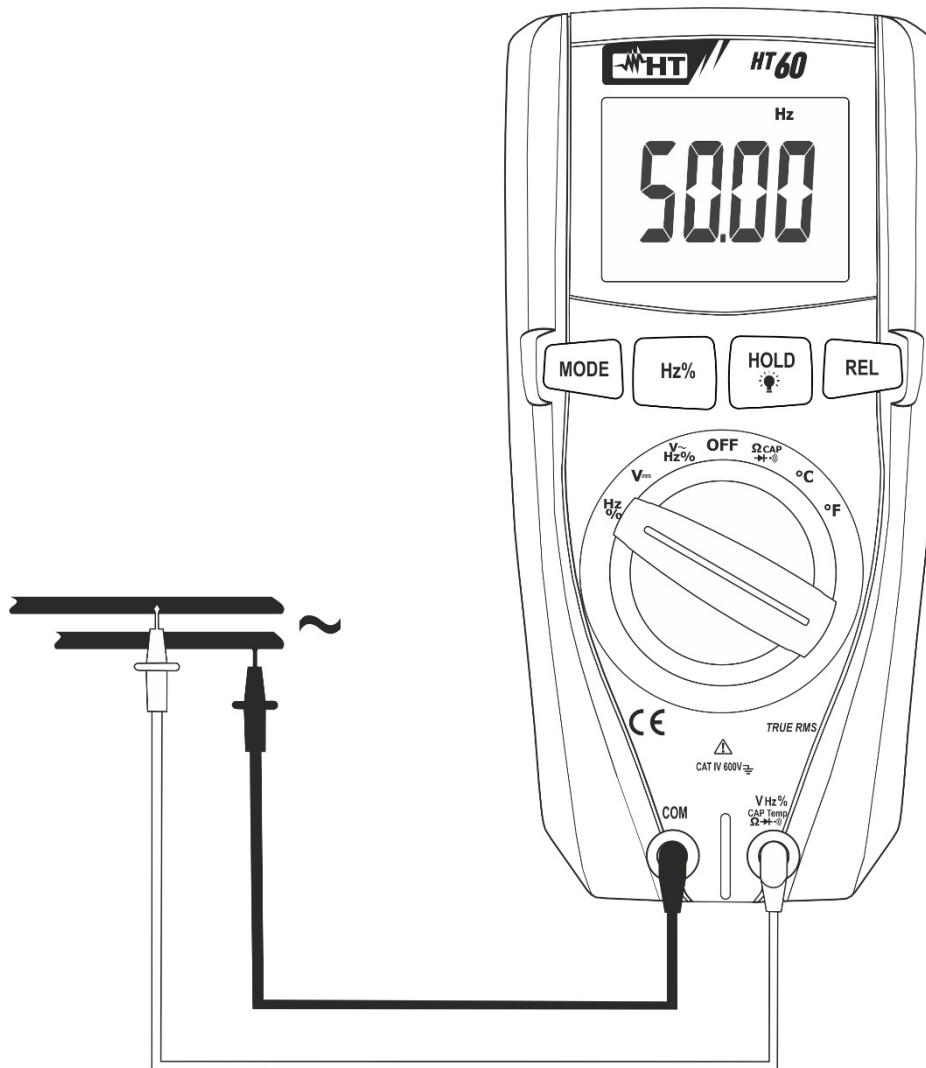

Abb. 6: Verwendung des Gerätes für Frequenz- und Duty Cycle-Messungen
3. Verbinden Sie die Messleitungen mit den gewünschten Messpunkten des zu messenden Kreises (siehe Fig. 6). Der Frequenzwert erscheint auf dem Display.